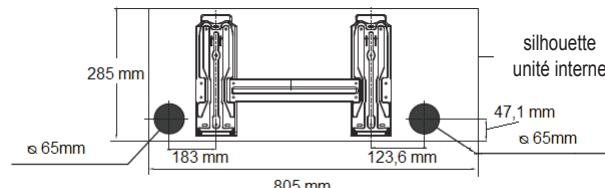

fig. 8 -
1. Détachez la plaque pré-tranchée (A-"*fig. 8 -*") dans la direction souhaitée.